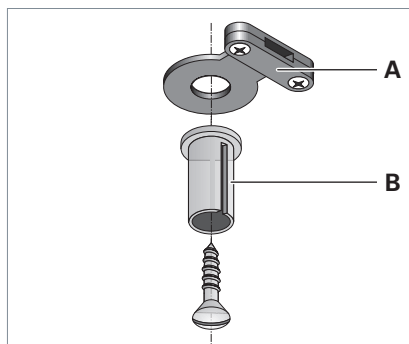

Fig. 3: Montaggio dell'elemento di fissaggio al soffitto.
- Avvitare al soffitto un elemento di fissaggio al soffitto **B** sul lato di collegamento dell'apparecchio d'illuminazione con il serracavi **A** e una vite idonea, vedi Fig. 3.
- Fissare il cavo di collegamento nel seracavi **A**, vedi Fig. 3.
- ▶ Fissare il cavo di collegamento nel serbatoio **A**, vedi Fig. 3.